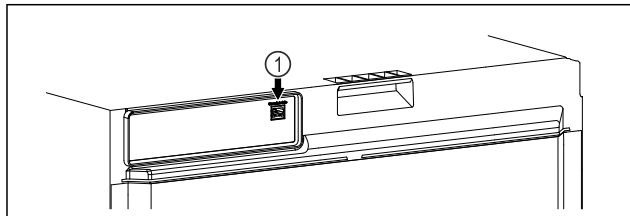

Fig. 103
- SmartModule Fig. 103 (1) ist eingesetzt.